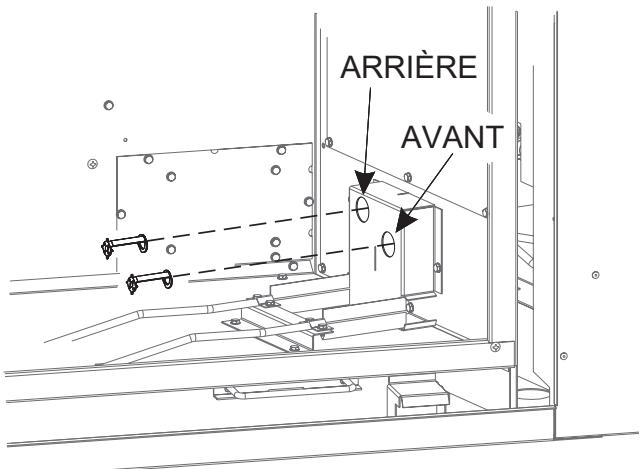

Figure 5
- Utiliser des pinces à bec effilé pour retirer les cibles et les jeter. **Voir Figure 5.**